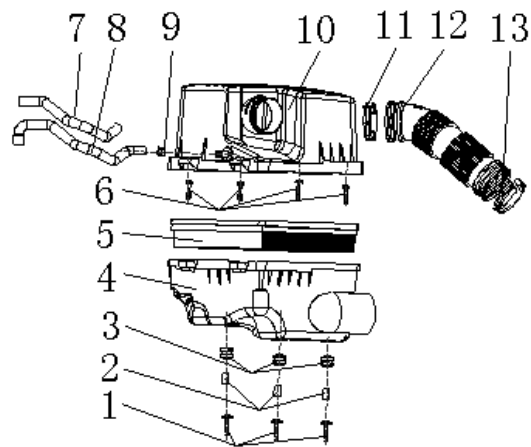

图 1
1、进气系统空气滤清器的拆卸/安装步骤（图 1）
2、空气滤清器滤芯的更换（图 1）
3.进气软管的更换（图 1）